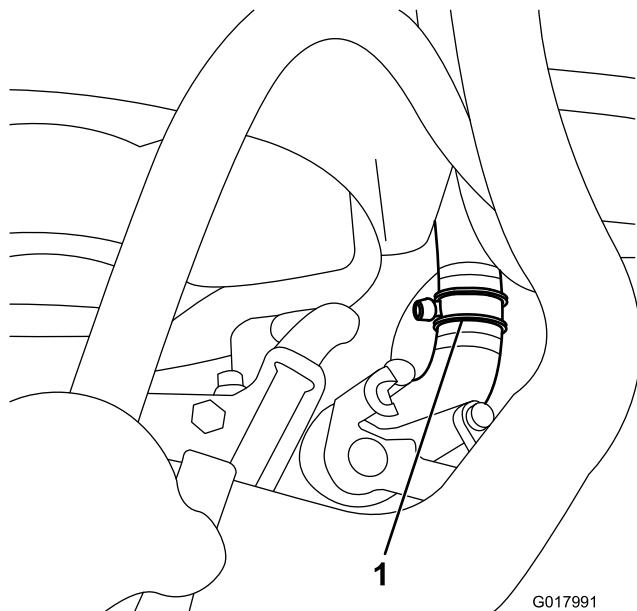

図 21
3. 下ラジエーターホースがラジエーターに入っているところから 5 mm のところでホースを切断する図 21。
4. 切断した部分に字フィッティングを入れ、幅広のホースクランプ2個で固定する図 21。